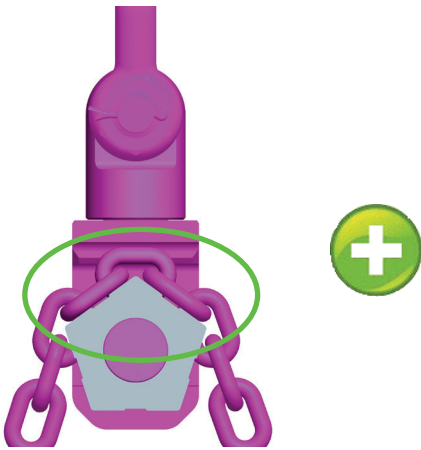

Abb. 3: Korrekte Auflageposition der Kette
- Beachten Sie, dass die Kette vor dem Hebevorgang korrekt in der 5-Kant-Rolle ausgerichtet ist (Abb. 3).